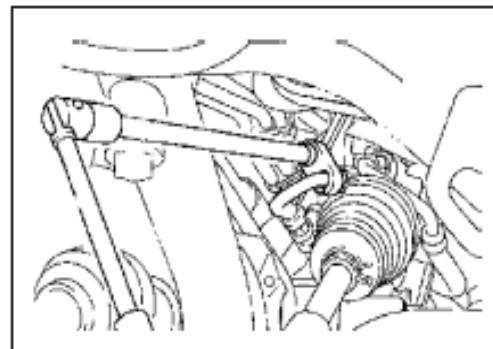

Рис. 242
2. Снимите напорный трубопровод с помощью специального инструмента.(рис. 242)